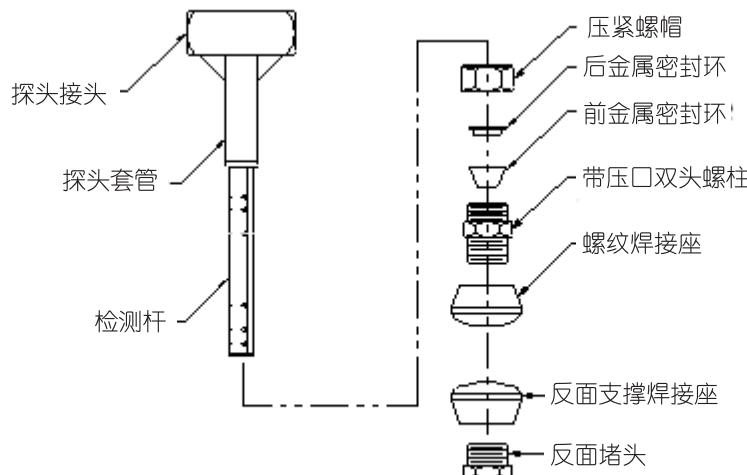

图 2：威力巴® V110 型组件
- 将检测杆、压紧螺帽、后金属密封环、前金属密封环和带压口双头螺柱拧到螺纹连接焊接座上（用手拧紧），然后将探头组件插入管道。注意后金属密封环和前金属密封环的顺序和锥形的方向必须如图 2 所示。
- 依次将压紧螺帽、后金属密封环、前金属密封环套进套管中。**注意后金属密封环和前金属密封环的顺序和锥形的方向必须如图 2 所示。**后金属密封环必须紧挨着压紧螺帽，其锥形端面必须面向前金属密封环。前金属密封环的锥形端面必须指向带压口双头螺柱。